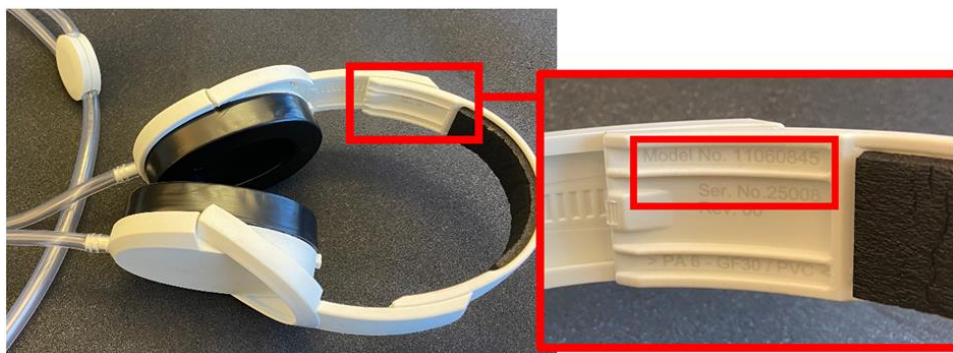

Figura 1: Ubicazione del numero di modello e del numero di serie sulle cuffie sovraauricolari
- Controllare il numero di modello e il numero di serie delle cuffie sovraauricolari utilizzate. Per individuare la posizione di queste informazioni sulle cuffie, vedere la *Figura 1*. Se il numero di modello non è identico o il numero di serie non è compreso nell'intervallo indicato (7981 - 32200), le cuffie non sono interessate da questo problema.